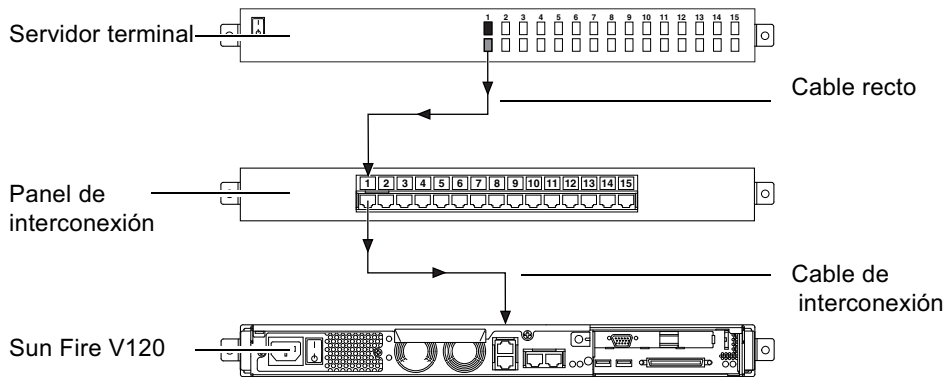

FIGURA 6-3 Conexión de un panel de interconexión entre un servidor terminal y un servidor Sun Fire V120
- Conectar un cable de consola al panel de interconexión y utilizar un cable de interconexión recto para conectar el panel de interconexión al servidor Sun Fire V120 o Netra 120 (consulte la FIGURA 6-3).